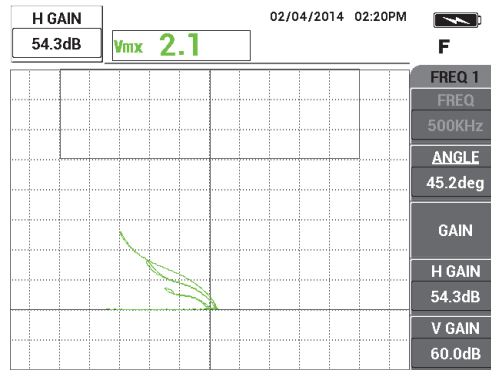

Figura 5-5 Ajuste de ganho horizontal
7. Pressione a tecla GAIN (**dB**) duas vezes para exibir o **H GAIN** no canto superior esquerdo da tela e, em seguida, diminua o ganho horizontal com o botão até o sinal do maior sulco ficar a 3 divisões de distância da mira (veja Figura 5-5 na página 132).